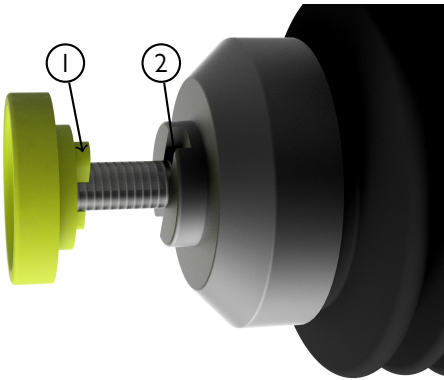

Figure 3 : Ausrichtung der Zähne der Kunststoffscheibe
Abb. 3 in die entsprechenden Aussparungen der Weberkupplung ② greifen. Nun wird die Unterlegscheibe aufgesetzt und anschließend die Mutter wieder festgeschraubt ($\sim 2\text{Nm}$). Die Adapterplatte sollte sich nun relativ leicht um die Gewindeachse der Weberkupplung drehen lassen. Falls die Weberkupplung noch viel Spiel in der Adapterplatte hat ($> 1\text{mm}$), haben sich die Zähne der Kunststoffplatte nicht richtig in die Aussparungen der Weberkupplung gefügt. In diesem Fall lösen Sie die Mutter etwas und drehen die Kunststoffscheibe so, dass die Zähne in die Aussparungen passen, siehe Abb. 3.